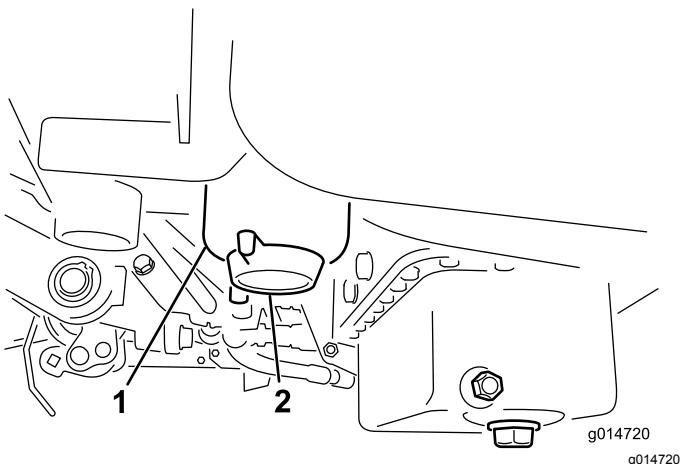

图46
2. 清洁滤清器过滤筒的安装区域图46。
4. 打开滤清器排油塞图46。